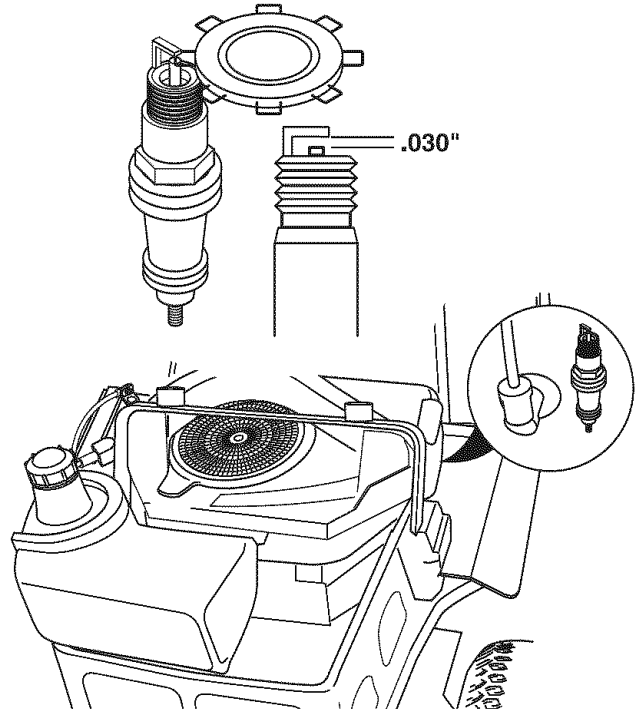

Figura 29. Entrehierro de la Bujía
2. Limpie el área alrededor de la bujía (A, Figura 29).